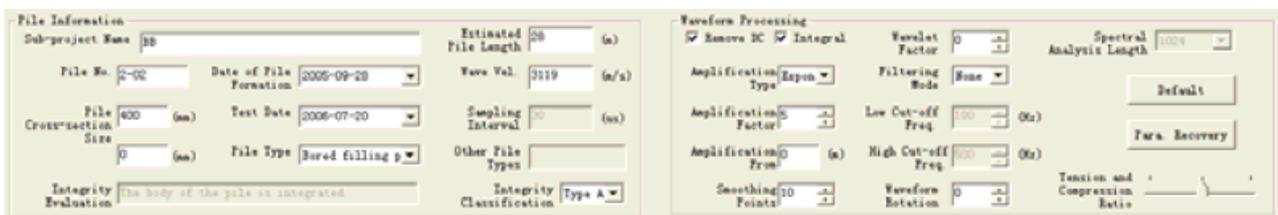

Figura 3.1.3 Area informazioni palo
5. Area di informazioni sul palo visualizza le informazioni di base del palo corrente e i parametri di processo scelti (Figura 3.1.3). Gli utenti possono impostare e modificare i parametri di processo.